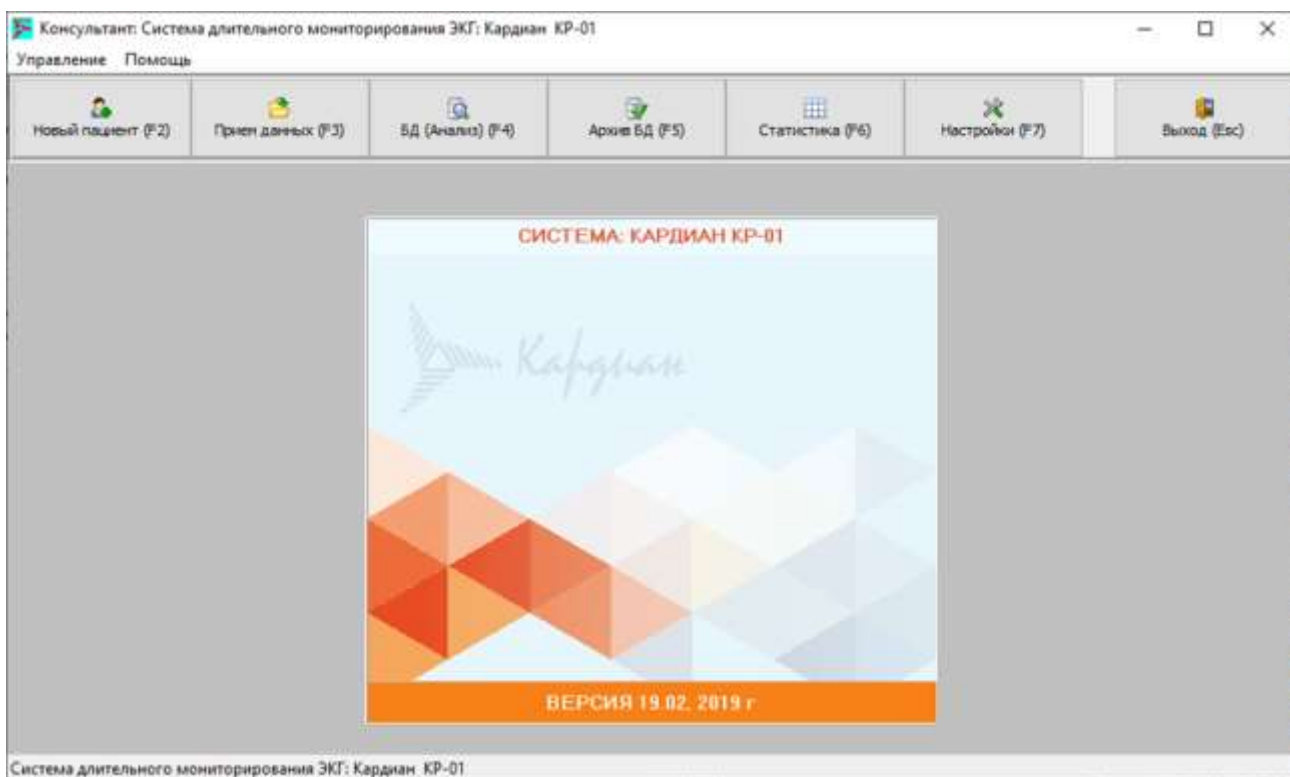

Рис.4
7.1.5 Выберите из предложенного меню (верхняя панель кнопок) (Рис.4) «Новый пациент/ Прием данных / Анализ-База данных / Архив базы данных / Статистика / Настройка / Выход» режим «Новый пациент». Выбор режима можно производить также из меню «Управление».
7.3.1 Выберите из предложенного меню (Рис.4) “Новый пациент/ Прием данных / Анализ-База данных / Архив базы данных / Статистика / Настройка / Выход” режим “Анализ-База данных”.